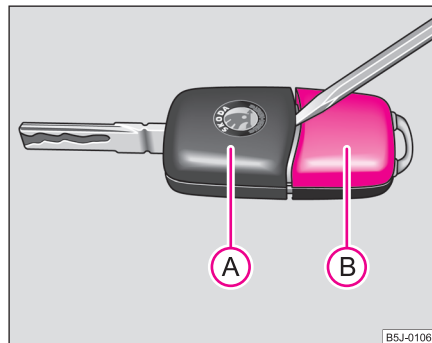

Abb. 19 Schlüssel mit Funk-Fernbedienung trennen
Jeder Funk-Schlüssel enthält eine Batterie, die im Deckel (B) des Sendergehäuses untergebracht ist ⇒ Abb. 19. Wir empfehlen Ihnen, die Schlüsselbatterie von einem Škoda Servicepartner ▶
- Hebeln Sie das Schlüsselteil **(A)** ⇒ Seite 40, Abb. 19 vorsichtig mit einem Schraubendreher vom Sendergehäuse **(B)** ab.